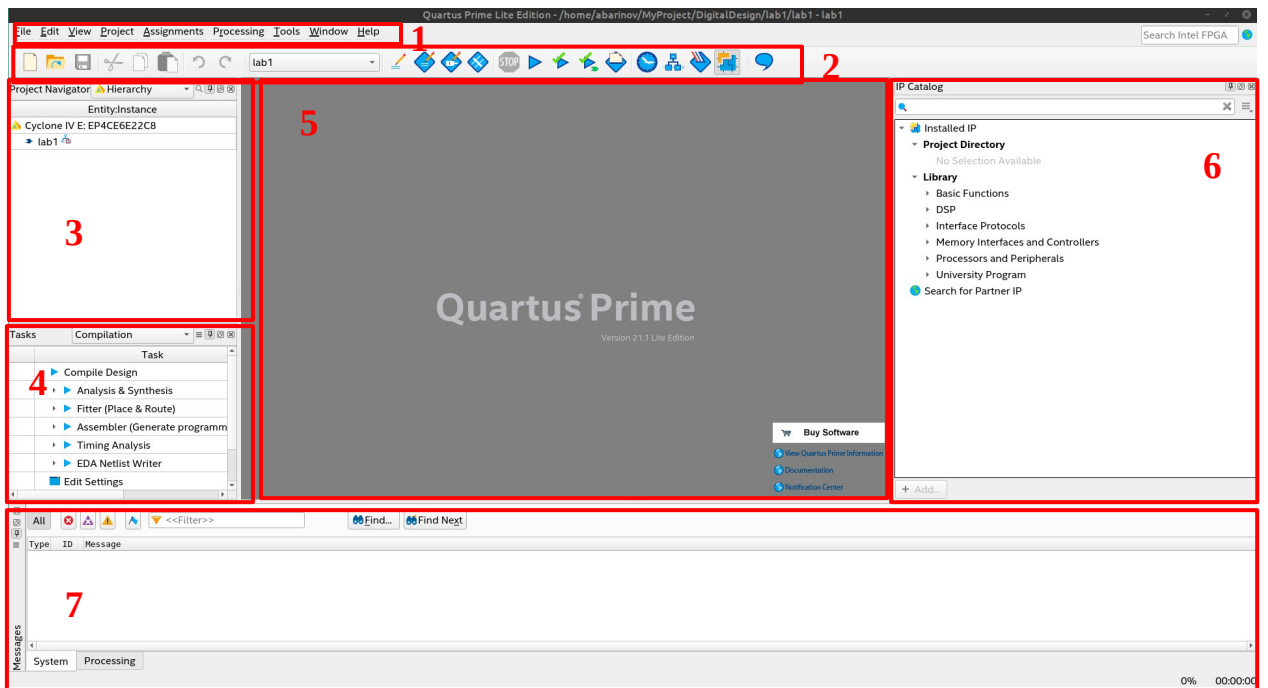

Рисунок 1.4 – Основное окно Quartus Prime:
10. В результате появится окно (рисунок 1.4) Quartus с созданным проектом.